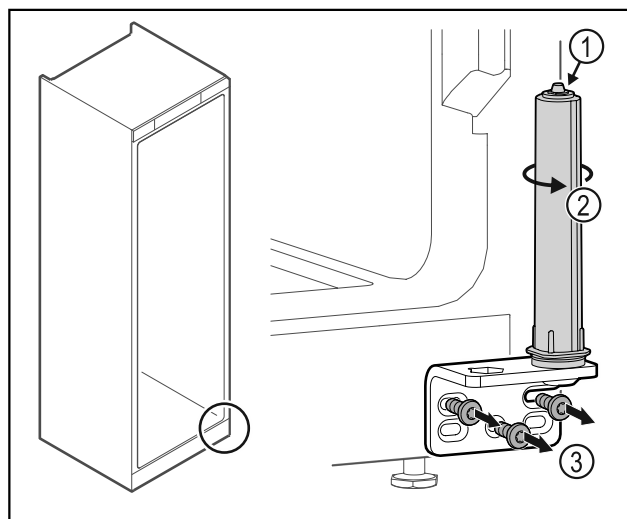

Fig. 32
- Deursluitsysteem niet uit elkaar halen Fig. 32 (1).
- Sluitsysteem Fig. 32 (2) draaien tot het klikt.
- Scharnierhoek Fig. 32 (3) losschroeven.